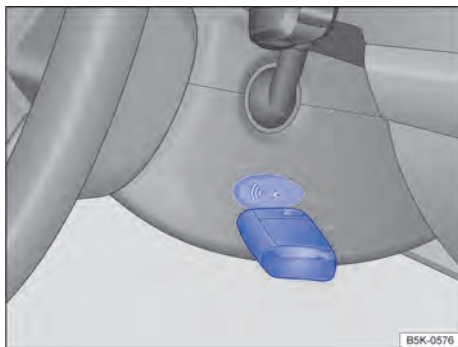

Fig. 92 A la derecha en la columna de dirección: función de arranque de emergencia en vehículos con sistema de bloqueo y de arranque Keyless Access sin llave.
- Mantener la llave del vehículo directamente después de presionar el botón de arranque a la derecha de la columna de dirección → fig. 92.